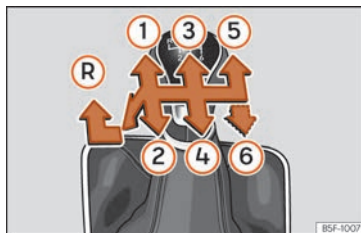

Fig. 133 Esquema de un cambio manual de 5 marchas o bien de 6 marchas.
En la palanca de cambios se indican las posiciones de las marchas **»» fig. 133.**
- Con la palanca de cambios en punto muerto, presiónela hacia abajo, muévela a la izquierda hasta el final y después hacia delante para seleccionar la marcha atrás **»» fig. 133 (R).**